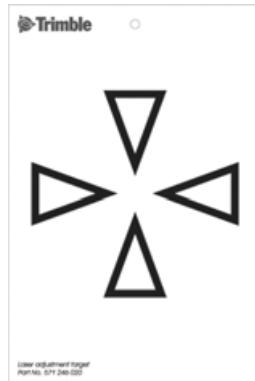

Рисунок 4.4. Юстировочный отражатель для тахеометра Trimble S7
- Если красное лазерное пятно лежит вне сетки нитей, отрегулируйте направление луча так, чтобы оно совпало с сеткой нитей, см. рис. 4.4.